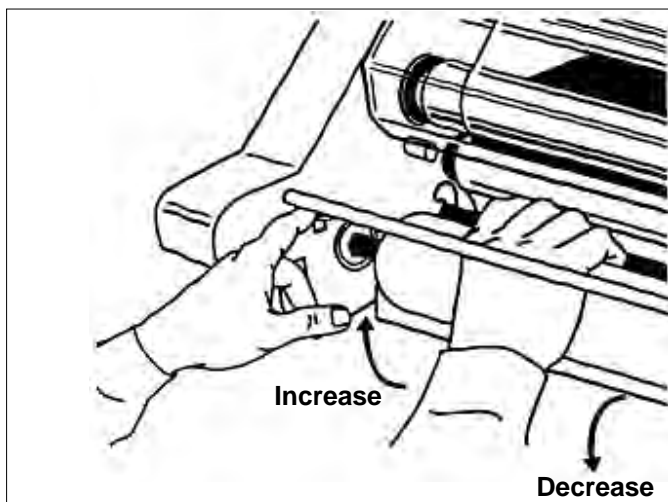

Fig. 21
3. Refer to Fig. 21 for the proper rotation of the film to increase the tension.
3. Abb. 21 zeigt die korrekte Richtung, in der sich Folie zur Erhöhung der Spannung drehen muss.
3. Zie afbeelding 21 voor het juist roteren van de film om de spanning te verhogen.
3. Reportez-vous à la Fig. 21 pour connaître la bonne rotation de film pour augmenter la tension.
3. En la Fig. 21 se ilustra la rotación correcta de la película para aumentar la tensión.